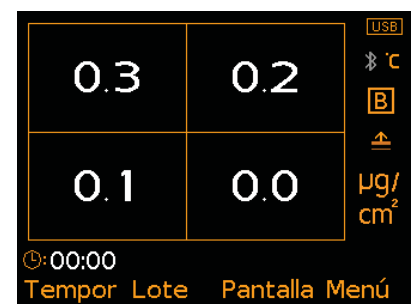

Fig. 2: Lecturas x4
- **Lecturas x4 (Fig. 2);** El área de medida se divide en cuatro cuadrantes de tamaño de parche Bresle y cuatro lecturas equivalentes a parche Bresle o Elcometer 130 se muestran simultáneamente.